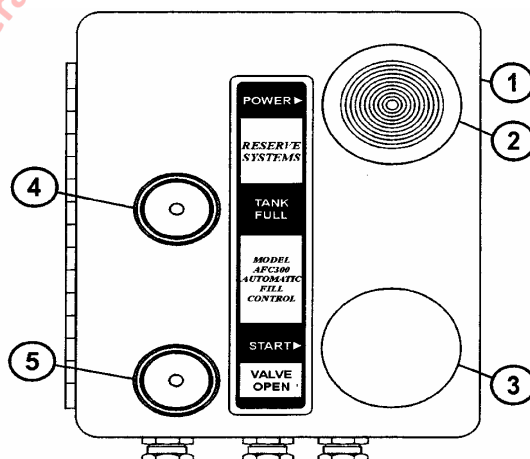

FIGURA 2-1 PANEL DE CONTROL
2. Active el interruptor (2, Figura 2-1) para accionar el sistema.
3. Presione el interruptor de partida (3). La luz "VALVULA ABIERTA" (5) se debe encender y comenzará el proceso de llenado.
4. Cuando el estanque esté lleno, la luz "VALVULA ABIERTA" se apagará y la luz "FULL" (LLENO) (4) se encenderá.
6. Mantenga presionado el interruptor de partida (3) por algunos segundos.
8. Presione el interruptor (2) para desactivar el sistema.
4. MOTOR – a. Revise el nivel del aceite en la varilla. Consulte el manual del motor para las recomendaciones de aceite (Clave de Lubricante "A"). NOTA: Si el camión está equipado con un estanque de aceite de motor de reserva, el aceite se debe ver en el visor del centro (en el medio). En caso contrario, agregue aceite al estanque de reserva hasta que el aceite se vea en el visor superior. Además, con el motor funcionando, revise la operación de la luz indicadora de LED. Vea a continuación la descripción de señales de la luz de LED. Consulte la Figura 2-1 Señales de luz de LED: • Fija – La bomba 1 está extrayendo aceite del cárter del motor y reduciendo el nivel de aceite. • Destello regular – La bomba 2 está devolviendo aceite al cárter del motor y aumentando el nivel de aceite. • Destello irregular – El aceite está en el nivel de funcionamiento correcto b. Por seguridad, inspeccione las tuberías de escape. c. Revise que no haya ruidos anormales y fugas de líquido. d. Filtro Eliminador – Revise el indicador de operación.